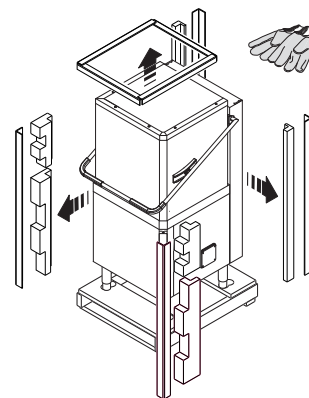

Figure 5 Retrait de l'emballage
- Se munir de gants de protection et retirer l'emballage de la machine (Figure 5).